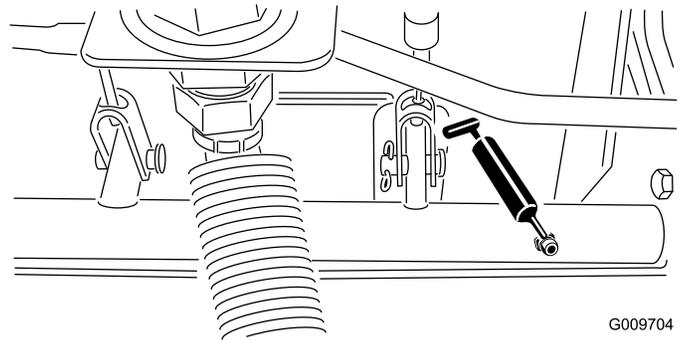

Bild 23
- Bremsstangen-Drehlager (5) (Bild 23)